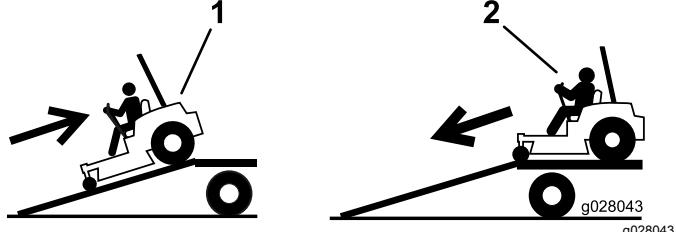

Figura 45
4. Suba la máquina por la rampa en marcha atrás (Figura 45).
2. Baje la máquina por la rampa conduciendo hacia adelante (Figura 45).